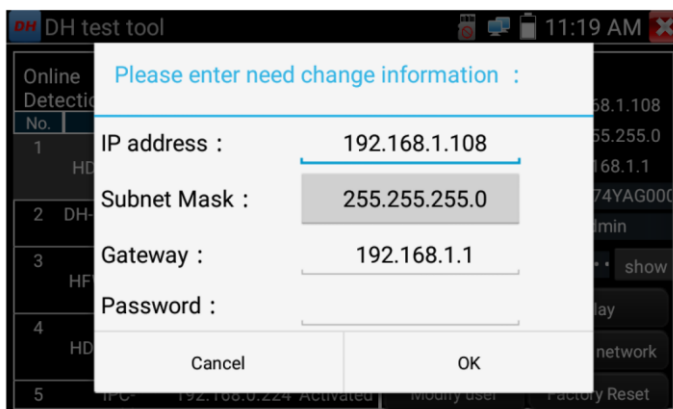

Рис. 150 Изменение сетевых настроек
5. Для изменения сетевых параметров нажмите кнопку «Изменить сетевые параметры» (Modify network). Здесь можно задать IP адрес, маску подсети и шлюз, рис. 150